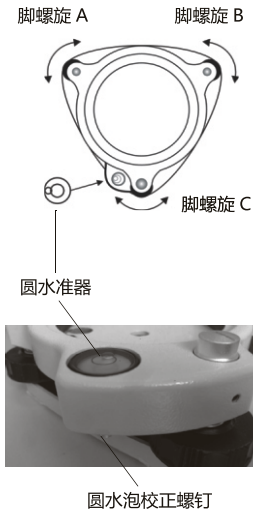

图 7
- (1) 将仪器在一稳定的装置上安放并固定好；
- (2) 用长水准器将仪器精确整平；
- (3) 观测仪器圆水准器水泡是否居中，如果水泡居中，则无需矫正；如果水泡移出范围，则需进行调整。(图 7)
- (2) 用长水准器将仪器精确调平；
- (3) 用内六角微调三个校正螺钉，使水泡居于圆水准器的中心。（图 7）